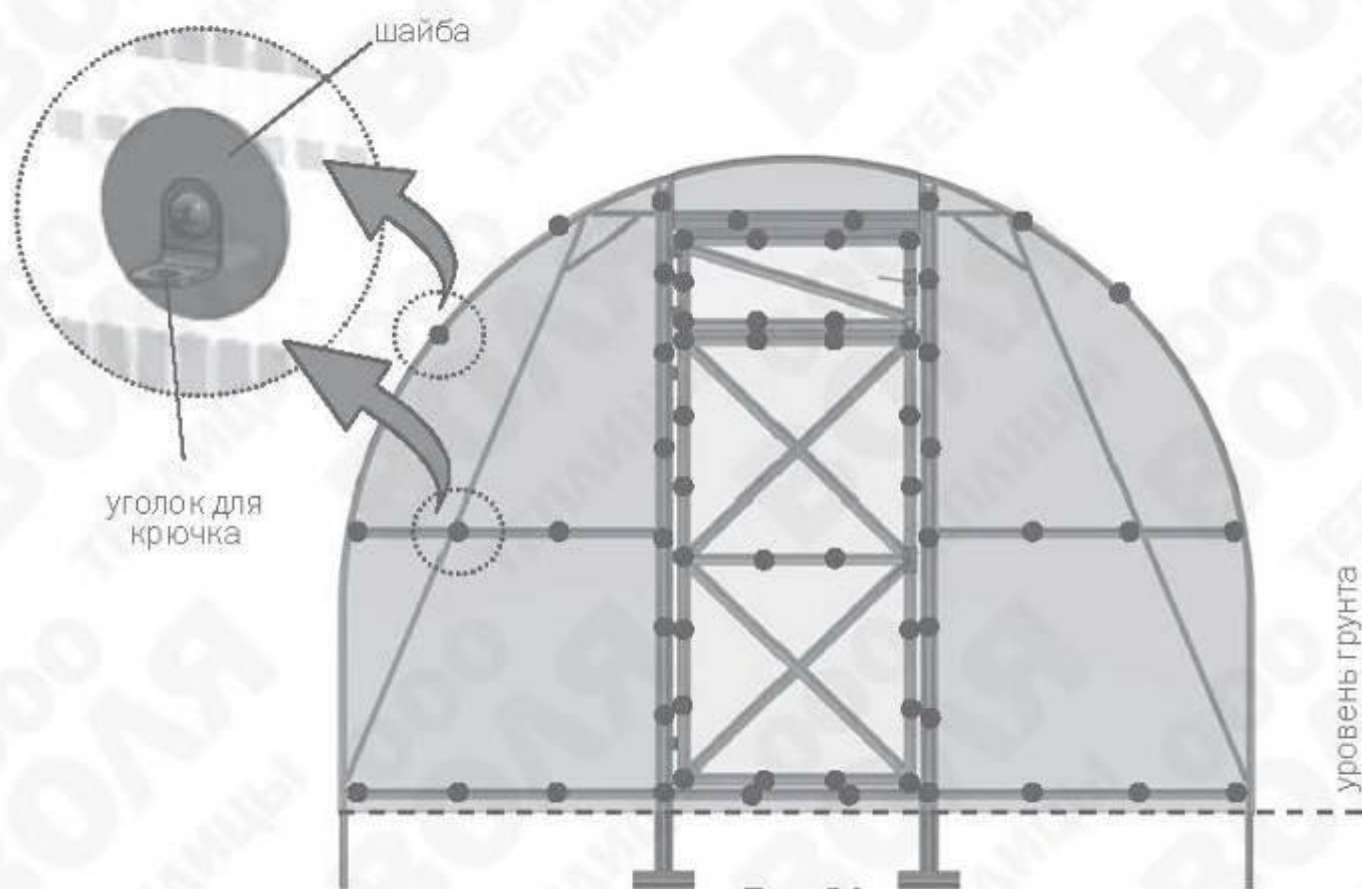

Рис.21
3. Установите боковины торца в соответствии с **рис.21**. Придерживая кусок покрытия, закрепите по деталям **8, 11, 10** с помощью шайб и винтов М4х25 (**рис.18**), по деталям **9-1, 9-2** с помощью шайб и винтов М4х35 (**рис.19**) и по уголкам с помощью самонарезных винтов с шайбами. Отверстия для винтов выполняются сверлом диаметром 4 мм изнутри теплицы через готовые отверстия в деталях каркаса. Установите куски «коньковой панели», закрепляя их по деталям **10** (**рис.18**).
5. Шайбы и уголки для крючка на торце устанавливаются в соответствии с **рис.21**.